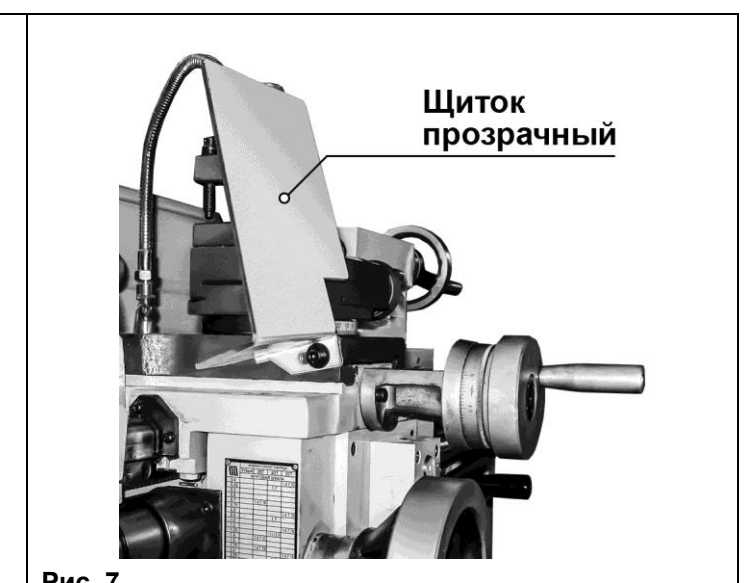

Рис. 7
**ВНИМАНИЕ: для защиты лица оператора от брызг охлаждающей жидкости, от стружки из под резца или обломков режущего инструмента, обязательно, установите и закрепите прозрачный щиток, Рис. 7.**